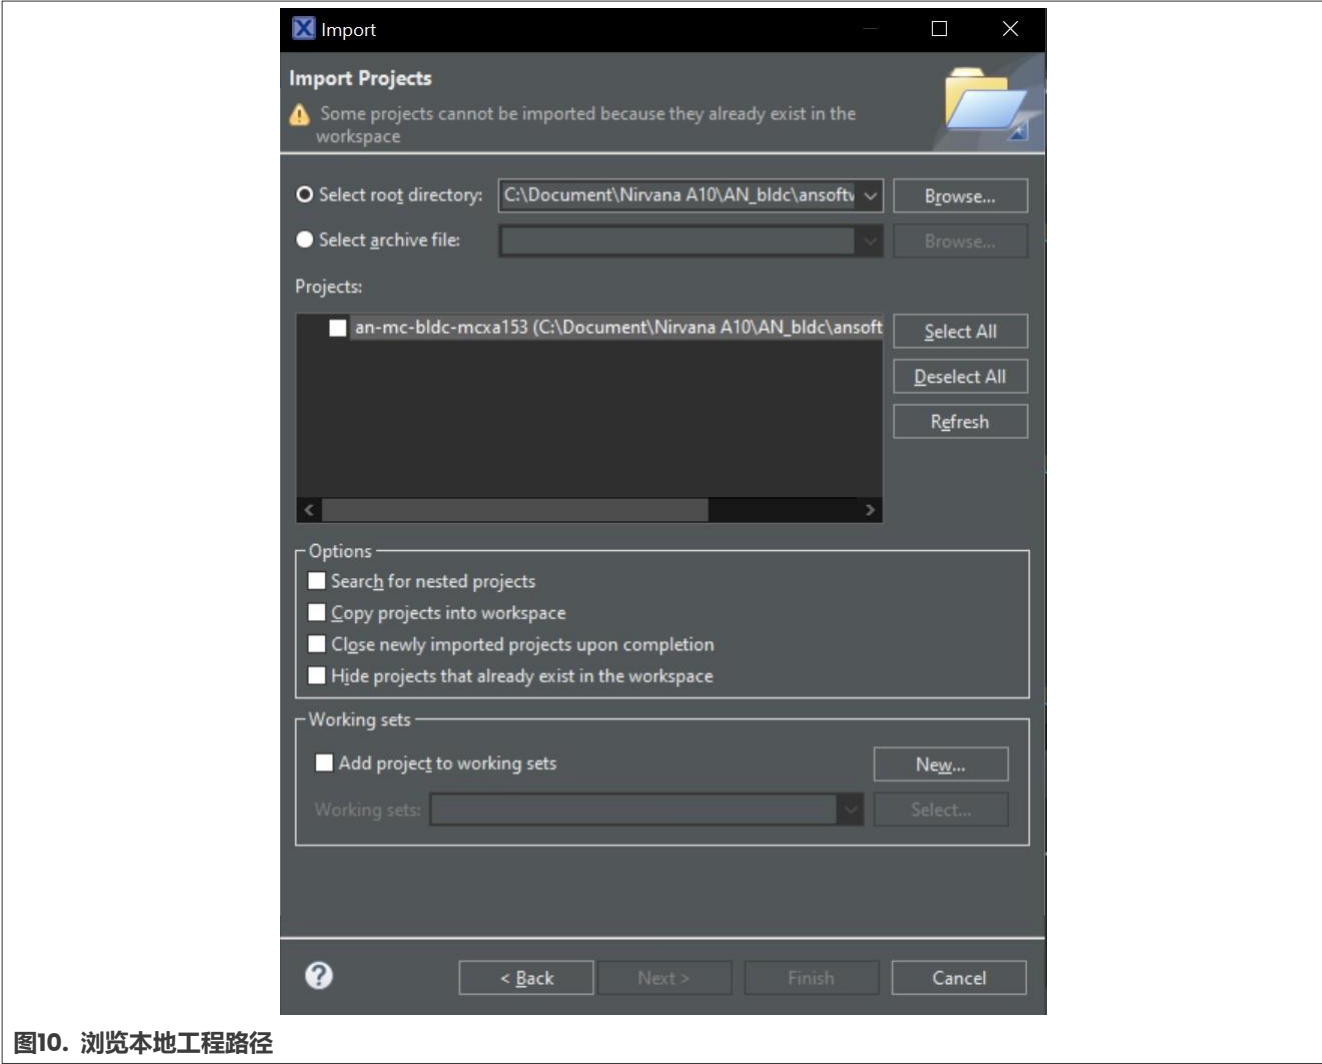

图10. 浏览本地工程路径
8. 点击**Browse...**选择已下载软件压缩包的本地路径，如图10所示。